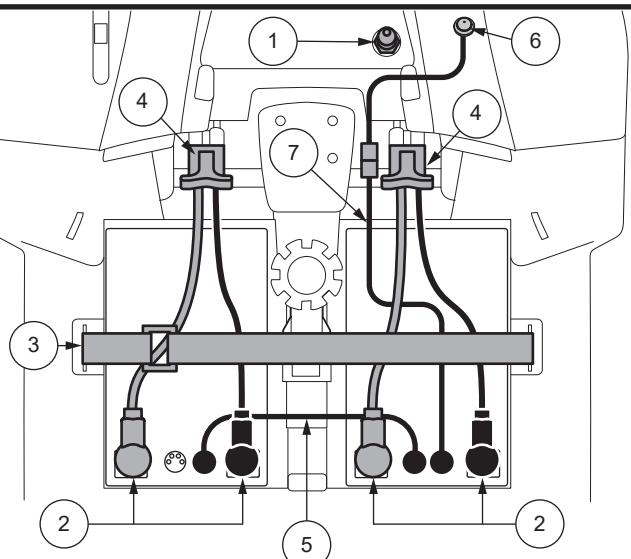

Figure 12. Enlèvement/installation des batteries et connexions
3. Débranchez les deux faisceaux de batterie en retirant chaque faisceau de sa fiche correspondante. Voir la figure 12.
7. Placez une nouvelle batterie dans chaque puits en prenant soins d'alignez les bornes de la batteries droite près du mât de siège et les bornes de la batterie de gauche loin du mât avec les bornes positive (+) et négative (-) de la batterie positionnées comme indiqué sur la figure 12.
**MISE EN GARDE!** En cas d'urgence, les batteries peuvent être rapidement déconnectées en tirant vers l'AVANT sur la sangle de déconnexion d'urgence de la batterie. Faites attention. Sachez que couper l'alimentation du scooter peut provoquer un arrêt brusque du scooter. Pour libérer l'arrêt d'urgence et restaurer la capacité de conduite du scooter, retirez le siège et le carénage de la batterie, puis rebranchez le connecteur de la batterie comme illustré à la Figure 12.
*NOTE: le cas échéant, assurez-vous que le coupe-batterie est en position « on » (-) avant de charger votre batterie du véhicule. La batterie ne se chargera PAS si le coupe-batterie est en position « arrêt » (O). Voir figure 12.*
**AVERTISSEMENT!** En cas d'urgence, les batteries peuvent être rapidement déconnectées en appuyant sur le coupe-batterie en position « off », ce qui fera apparaître le bouton. Faites attention. Sachez que la mise hors tension du scooter peut provoquer un arrêt brusque du scooter. Pour libérer l'arrêt d'urgence et restaurer la capacité de conduite du scooter, appuyez à nouveau sur le bouton de déconnexion de la batterie, en l'enfonçant en position « marche ». Voir la figure 12.